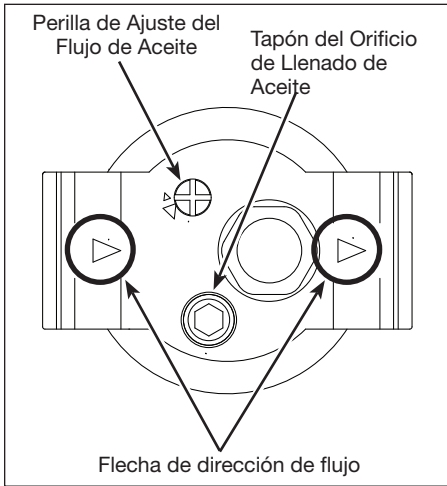

Figure 2 - Detalle que muestra la ubicación de la flecha de la dirección del flujo y del tapón de llenado de aceite
- Verificar que las puntas de las flechas apunten en la dirección del flujo de aire (Vea Fig. 2).